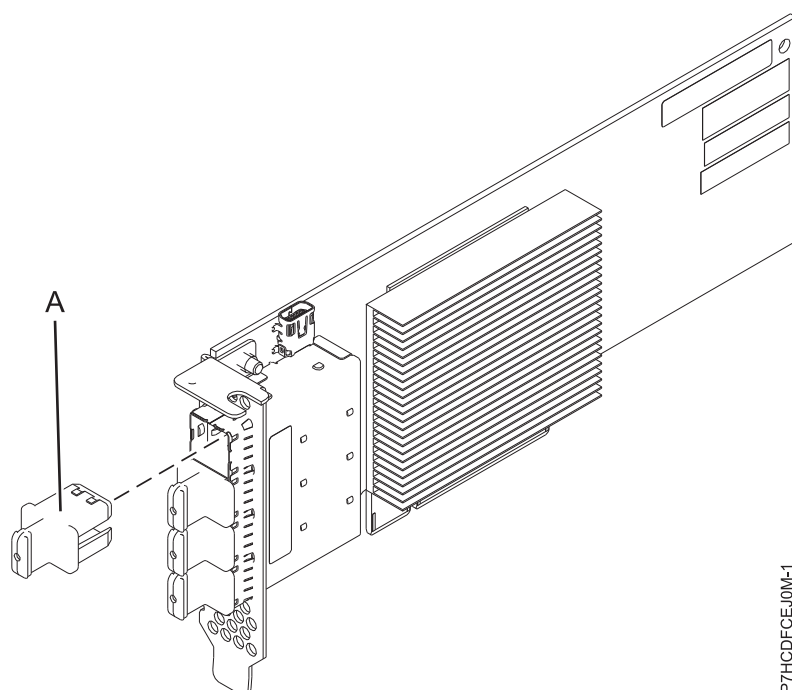

図 52. PCIe3 LP 4 x8 SAS ポート・アダプター
PCIe3 LP 4 x8 SASポート・アダプターは、PCI Express (PCIe)、第 3 世代、RAID SAS アダプターで、ロー・プロファイル、ショート・フォーム・ファクター・アダプターです。このアダプターは、高性能で高密度のシリアル接続 SCSI (SAS) アプリケーションに使用されます。これは、4 つの mini SAS 高密度 (HD) x4 コネクタを使用して SAS DVD または SAS テープの接続をサポートするため、これにより、物理リンクをさまざまな狭幅ポート構成および広幅ポート構成で使えるようになります。SAS テープの接続は、単一アダプター構成でのみサポートされ、同じアダプター上で SAS ディスクと混用することはできません。アダプターは、書き込みキャッシュを備えていません。 159 ページの図 52 は、PCIe3 LP 4 x8 SASポート・アダプターを示しています。
159 ページの図 52 はアダプターを示しています。コネクタ・プラグ (A) は、空白ポートに取り付けて、隣接したポート・コネクタのケーブルが差し込まれたり取り外されたりした場合のそのポートの損傷